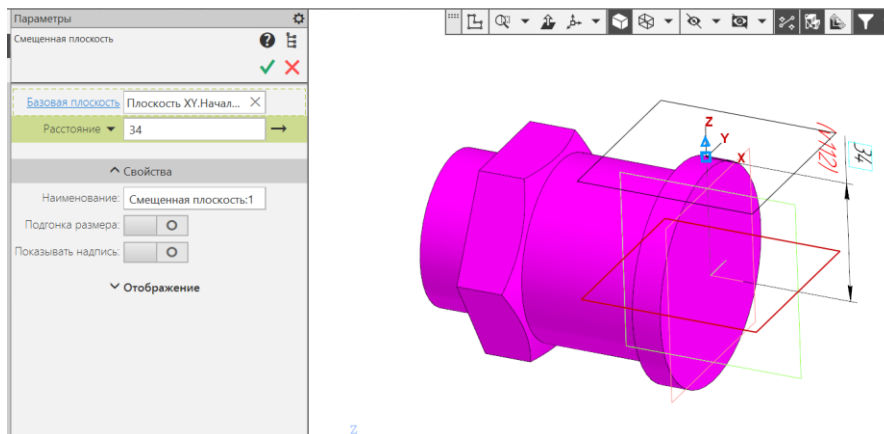

Рис. 6 Создание вспомогательной геометрии
- **Твердотельное моделирование – Вспомогательные элементы – Смещенная плоскость.** Параметры операции Смещенная плоскость 1: базовая плоскость – плоскость проекций XY, расстояние – новая плоскость параллельна плоскости XY и отстоит от нее на 34 мм (рис. 6).